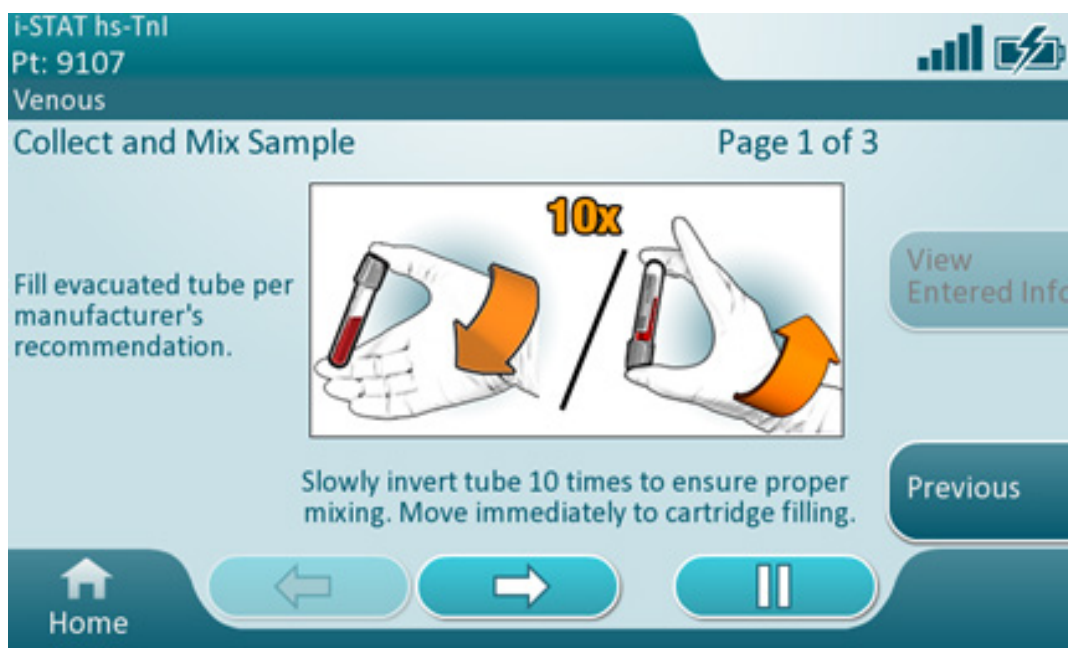

Abbildung 3.4.4
- Wenn geschlechtsspezifische Grenzwerte aktiviert sind und die Patient:in in der ADT-Liste gefunden wird, werden die Tests mit dem entsprechenden Prompt basierend auf der gescannten Kartusche fortgesetzt, siehe Abbildung 3.4.4 unten: